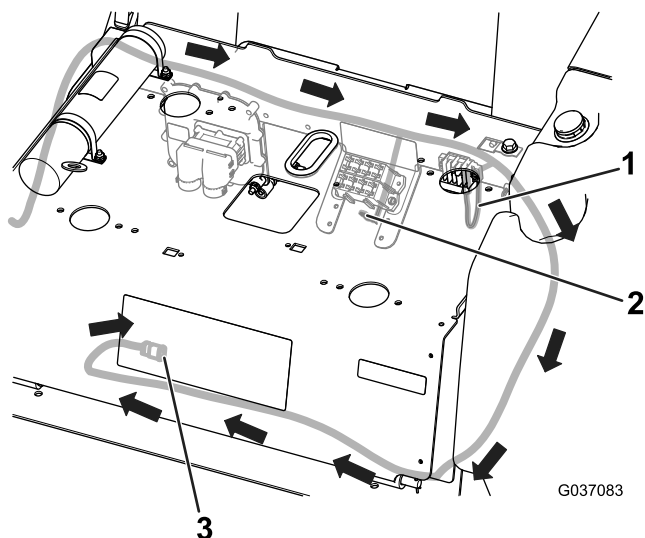

Figura 5
- 7. Collegate il connettore del portafusibili sul cablaggio preassemblato al portafusibili e collegate il connettore della morsetteria di messa a terra alla morsetteria di messa a terra (Figura 5).